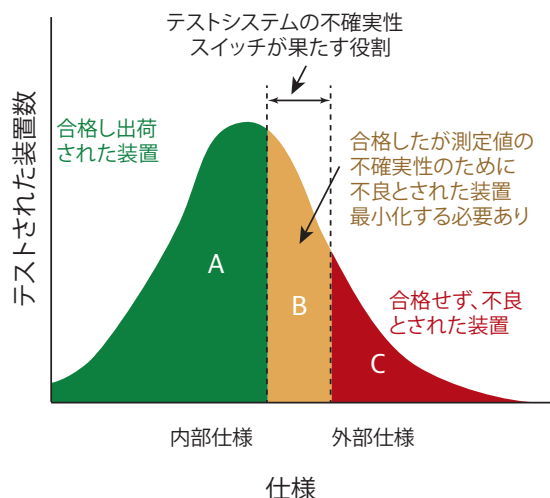

図 1. 測定の影響
テストの不確実性を考慮し、ユーザーは内部仕様を厳密にすることで製品が誤って合格することがないようにする必要があります。出荷されて収益をもたらさずであった製品のうちの一定の割合が不良になることは避けられません。テストの歩留まりは、外部仕様に合格した製品数に対する内部仕様に合格した製品数の割合（パーセント）です。そうした製品は図 1 のゾーン B で表されています。スイッチの挿入損失 (IL) や偏光依存損失 (PDL)、再現性、安定性はすべて自動テストシステムの不確実性増加の一因になります。mOSW-C1/mISW-C1 を選択することで、テストの歩留まりに対するスイッチの影響を最小限に抑えられ、多くの場合、測定できないレベルにまでなります。